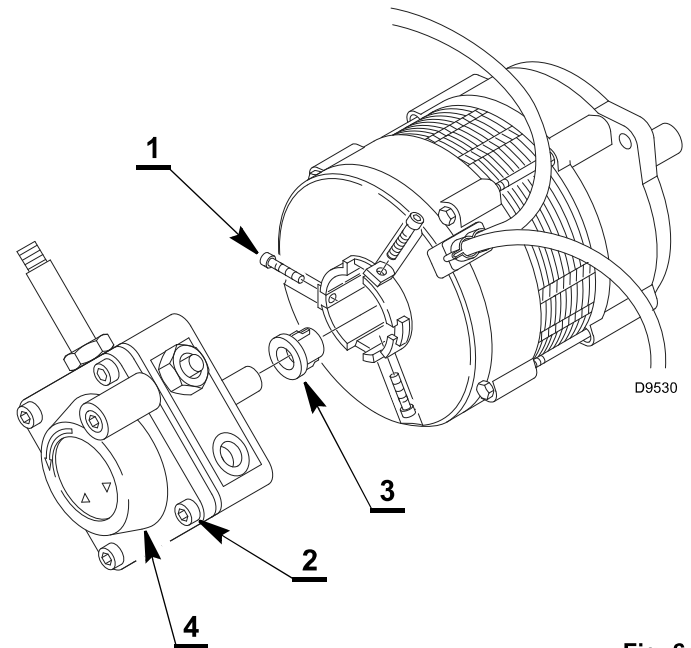

Fig. 6
- bloquer la pompe en vissant uniformément les 3 vis 1) (Fig. 6) au couple de serrage recommandé de 3 $\pm$ 0,3 Nm.
- desserrer et retirer les 4 vis de fixation 2) (Fig. 6) du couvercle 4) et contrôler l'état du filtre à combustible. Il est possible que le réservoir de combustible et les tuyauteries respectives soient contaminés si la surface interne du corps de la pompe, le couvercle ou le filtre sont sales. Dans ce cas, il faut donc réaliser des actions correctives (nettoyage).